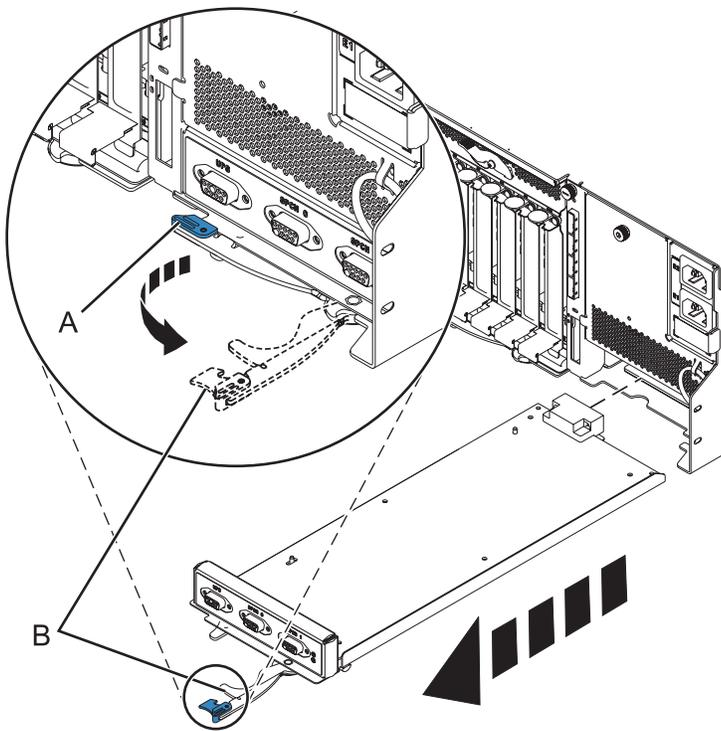

Figura 90. Extracción del controlador de gestión de alojamientos
- b. Apriete con ambos dedos el mecanismo de cierre (A) para desbloquear el asa (B). Consulte Figura 90 en la página 122.